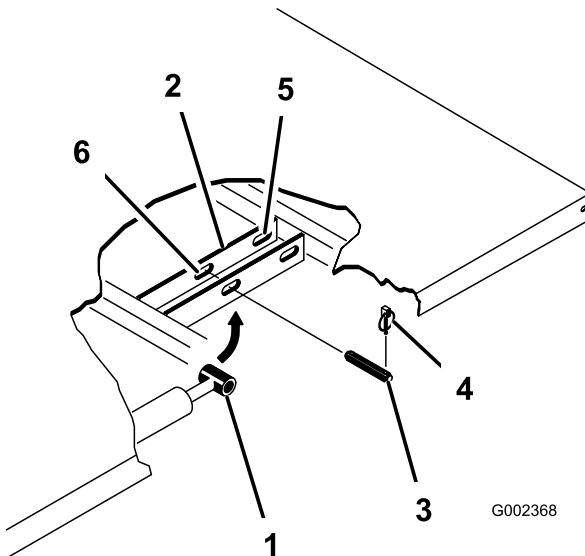

Figura 32
- Rimuovete gli acciarini dalle estremità esterne dei perni con testa dell'asta del cilindro (Figura 32).
- Rimuovete i perni con testa che fissano le estremità dell'asta del cilindro alle piastre di fissaggio del pianale, premendoli verso l'interno (Figura 32).
- Rimuovete gli acciarini ed i perni con testa che fissano le staffe orientabili ai profilati del telaio (Figura 32).